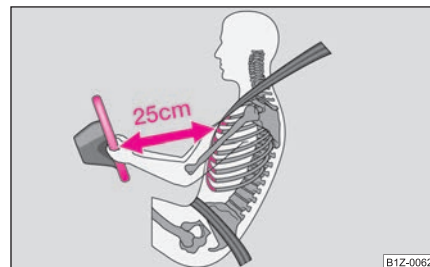

Fig. 167 Distancia de seguridad con respecto al volante
- **Es importante que el conductor y el acompañante mantengan una distancia mínima de 25 cm con respecto al volante o al tablero de instrumentos ⇒ **fig. 167**. Si no respeta la distancia mínima, el sistema de airbag no podrá protegerle - ¡Peligro de muerte! Además, los asientos delanteros y los reposacabezas siempre deben estar correctamente ajustados a la estatura del ocupante.**